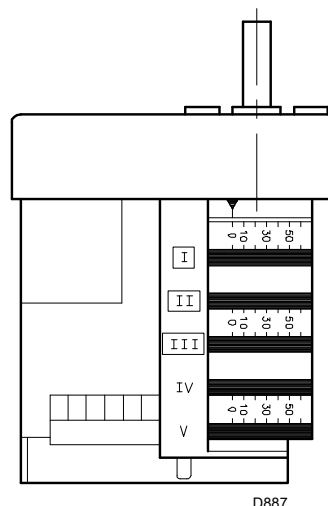
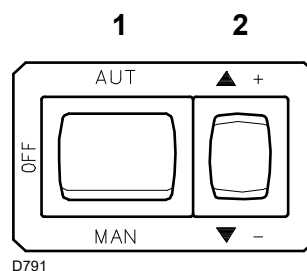
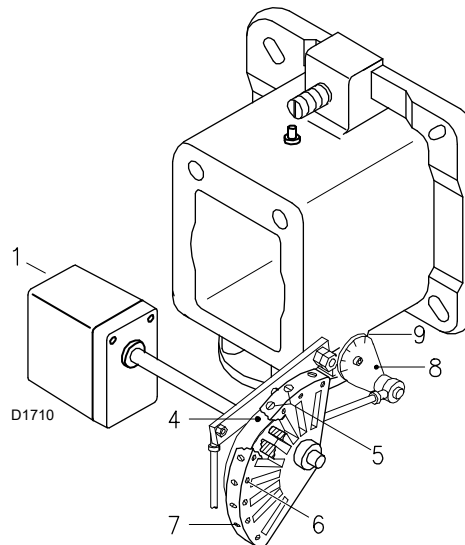
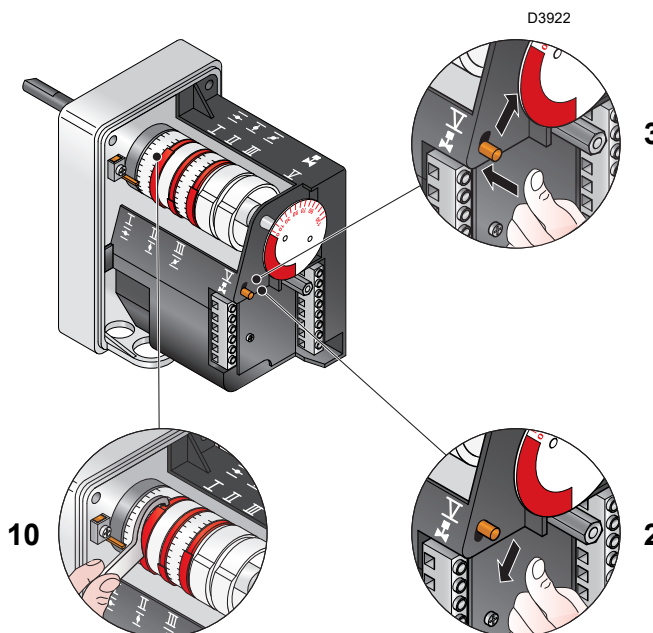

Fig. 25
Fig. 27
Fig. 28
Fig. 29
Appuyer maintenant sur le bouton 2)(Fig. 27 à la page 29) « augmentation de puissance » et le maintenir enfoncé jusqu'à ce que le servomoteur ait ouvert le volet d'air et le papillon gaz.
Modifier en progression le profil final de la came 4)(Fig. 28 à la page 30) en agissant sur les vis 7).
Appuyer sur le bouton 2)(Fig. 27) « diminution de puissance » et le maintenir enfoncé jusqu'à ce que le servomoteur ait fermé le volet d'air et le papillon gaz à:
- S'il faut diminuer ce débit, réduire légèrement l'angle de la came III (Fig. 25) par de légers déplacements successifs ; autrement dit, procéder par étape en passant de l'angle:
- S'il faut augmenter ce débit, appuyer sur le bouton « augmentation de puissance » 2)(Fig. 27) (ouvrir de 10-15° le papillon du gaz), augmenter l'angle de la came III (Fig. 25) par de légers déplacements successifs ; autrement dit, procéder par étape en passant de l'angle:
Modifier en progression le profil initial de la came 4) en agissant sur les vis 5)(Fig. 28). Si possible, ne pas serrer la première vis : c'est celle qui doit amener le volet d'air en fermeture totale.
Légende (Fig. 28 - Fig. 29)
Appuyer légèrement sur le bouton 2)(Fig. 29) « augmentation de puissance » de sorte que le servomoteur tourne d'environ 15°. Régler les vis pour obtenir une combustion optimale. Agir de la même façon avec les vis successives. Contrôler si la variation du profil de la came est progressive.
Éteindre le brûleur en actionnant l'interrupteur 1)(Fig. 27), position OFF, désolidariser la came 4)(Fig. 28) du servomoteur, en pressant et en déplaçant vers la droite le bouton 3)(Fig. 29) et vérifier plusieurs fois en tournant à la main la came 4)(Fig. 28) en avant et en arrière que le mouvement est doux et sans obstructions.
Fixer à nouveau la came 4)(Fig. 28) au servomoteur en déplaçant le bouton 2) vers la gauche (Fig. 29).
Une fois le réglage terminé, fixer la came à l'aide des vis 6)(Fig. 28).